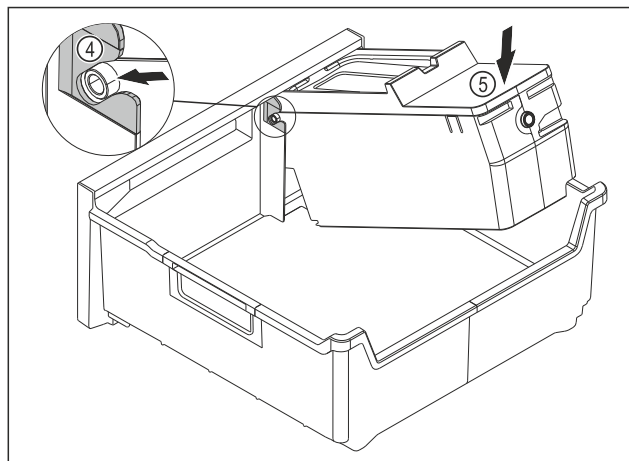

Fig. 121
- ▶ Montare il corpo dell'EasyTwist-Ice: Inserire gli assi del corpo dell'EasyTwist-Ice nelle guide Fig. 121 (4).
- ▶ Spingere il corpo dell'EasyTwist-Ice Fig. 121 (5) posteriore verso il basso.